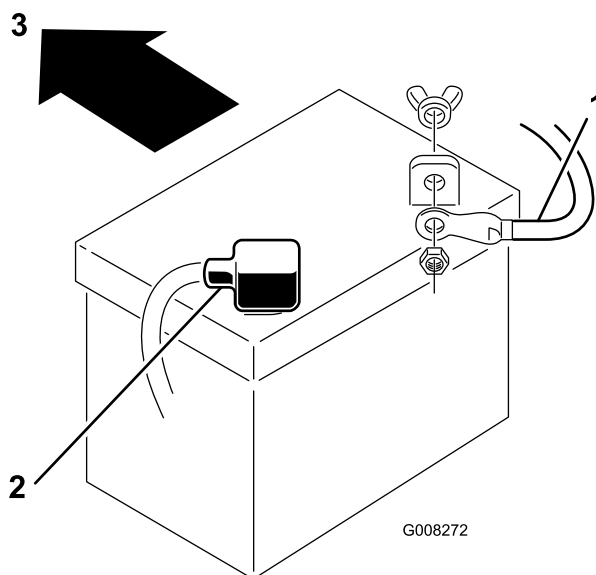

Figura 33
7. Staccate il cavo negativo (nero) di terra dal polo della batteria (Figura 33).
9. Staccate il cavo positivo (rosso) dal polo della batteria (Figura 33).
1. Collocate la batteria sullo chassis volgendo i poli verso il parte posteriore del trattore (Figura 33).
(+) della batteria (Figura 33). Infilate il cappuccio di gomma sul polo della batteria.
4. Utilizzando il bullone e il dado ad alette, collegate il cavo negativo (nero) al polo negativo (-) della batteria (Figura 33). Infilate il cappuccio di gomma sul polo della batteria.